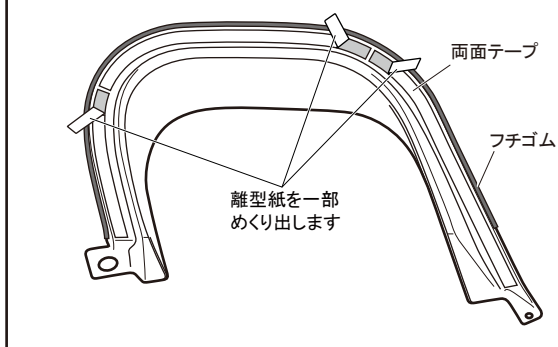

図4 ①マフラーガーニッシュ取付け ※図は右側です。左右同作業
6. 図4を参照し、①マフラーガーニッシュを車両に宛がい、②トラスタッピングビスと純正ファスナーで仮止めします。
7. ①マフラーガーニッシュの位置がずれないように十分に注意しながら両面テープの離型紙を図示矢印の方向へ慎重に引き抜きます。